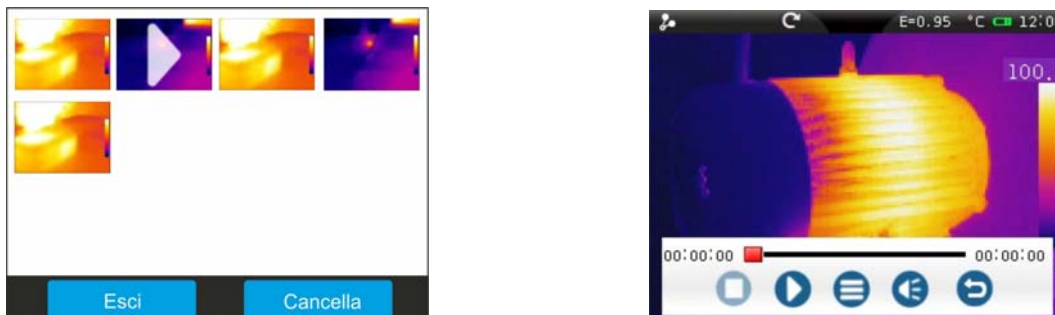

Fig. 68: Richiamo a display video IR salvati
1. Toccare l'icona "▶" nel menu principale. La videata seguente è mostrata a display (vedere Fig. 68 – Parte sinistra)
4. Toccare una icona del video della galleria per rivederlo. Il video selezionato è contrassegnato dal simbolo "▶". La videata di Fig. 68 – Parte destra è mostrata a display. Il significato dei simboli presenti è il seguente: